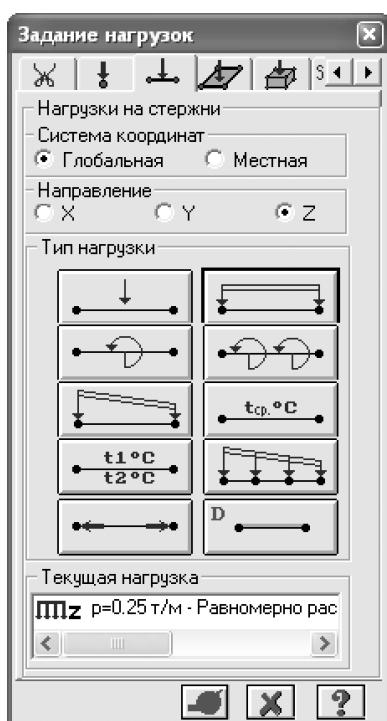

Рис.5.16. Диалоговое окно
- В этом окне активизируйте закладку **Нагрузки на стержни** (рис.5.16).